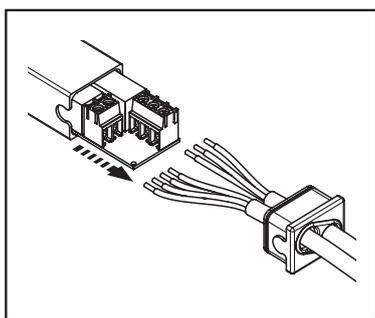

fig.5 Quadro retirado do contentor
5. Puxar a placa alguns centímetros para fora do contentor (fig. 5).